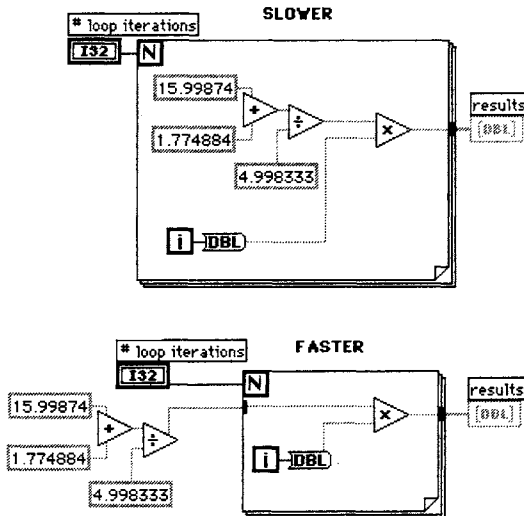

Рис. 16.32
- как вы обрабатываете массивы и строки? Используйте ли вы циклы там, где не нужно? Иногда имеется встроенная функция, которая выполняет эту работу, или объединяются несколько циклов. Избегайте введения ненужных элементов в цикл, как это показано на рис. 16.32;